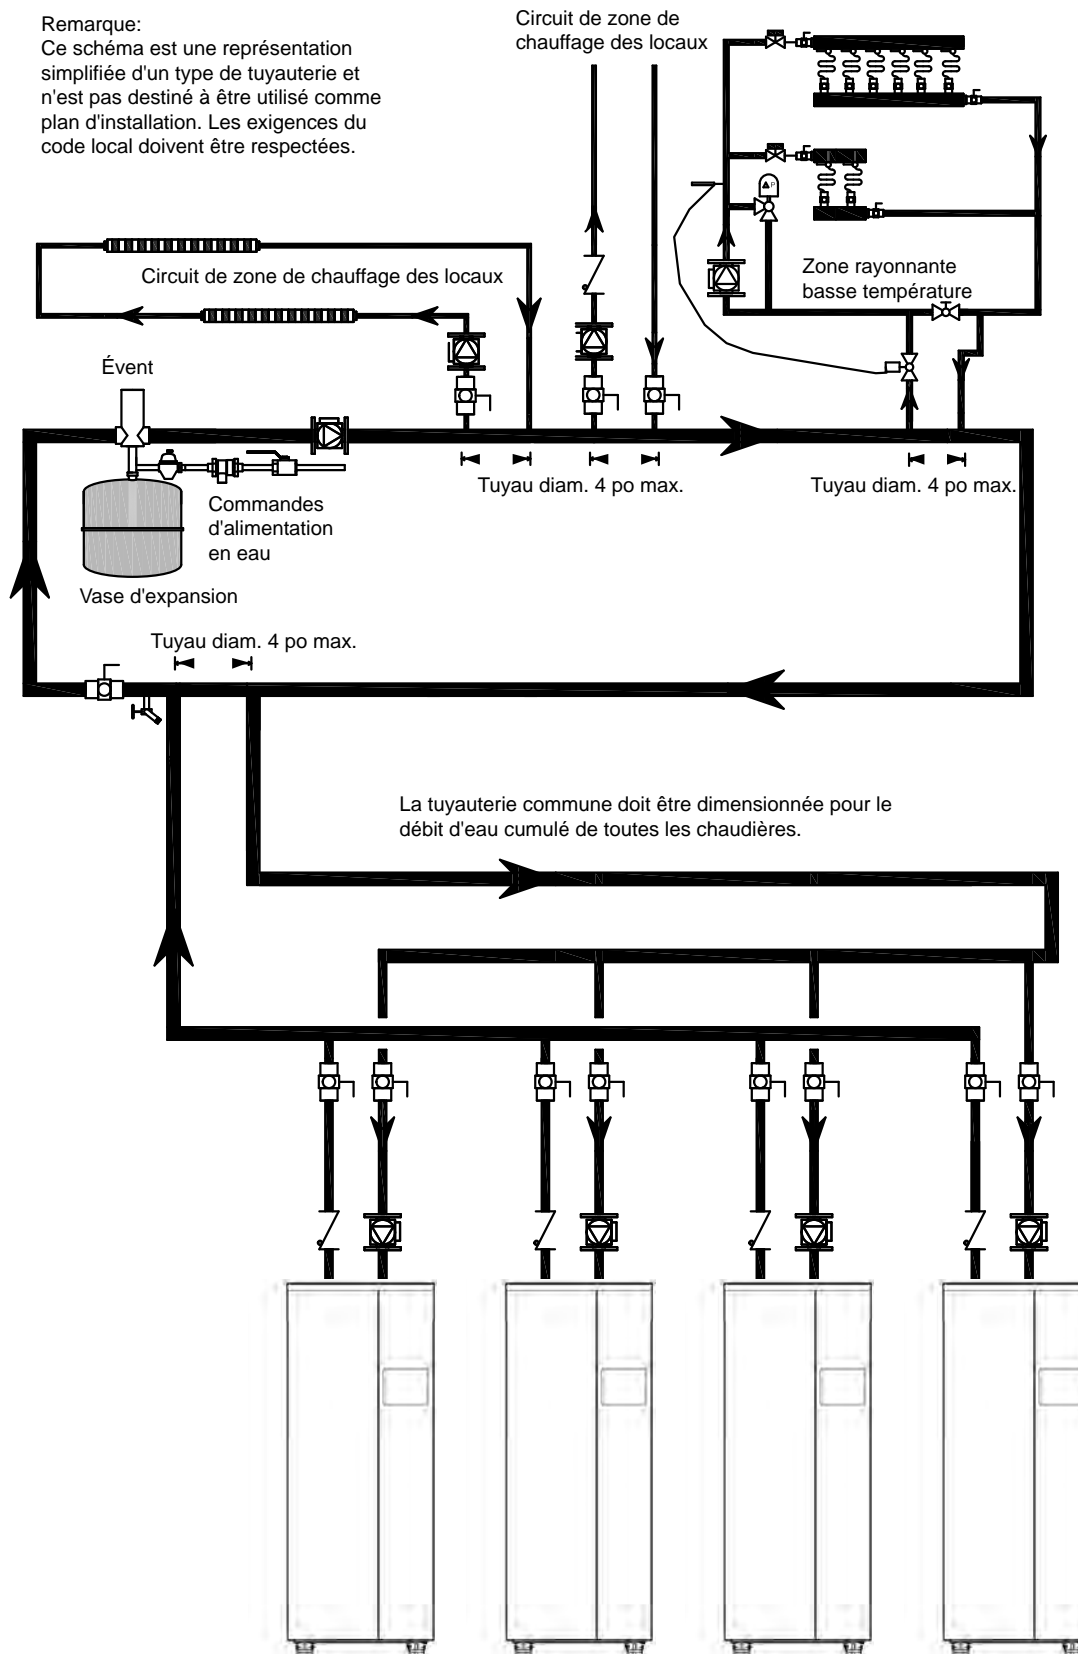

Figure 10. Schéma de tuyauterie – plusieurs chaudières, plusieurs zones de températures, à retour inversé
**Le rendement de l'appareil augmente avec la baisse de la température de l'eau de retour.** Ainsi, pour que la température de retour soit optimale et la plus basse avec plusieurs chaudières, la tuyauterie idéale est indiquée dans les Figure 10 et 11 en page 30.